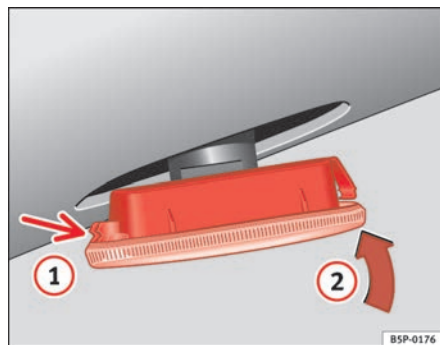

Fig. 169 Intermitente lateral
- Coloque el intermitente en primer lugar en el orificio de la carrocería, encajando las pestañas ⇒ fig. 169, flecha ①.
- Encaje el intermitente como indica la flecha ② ⇒ fig. 169. ■